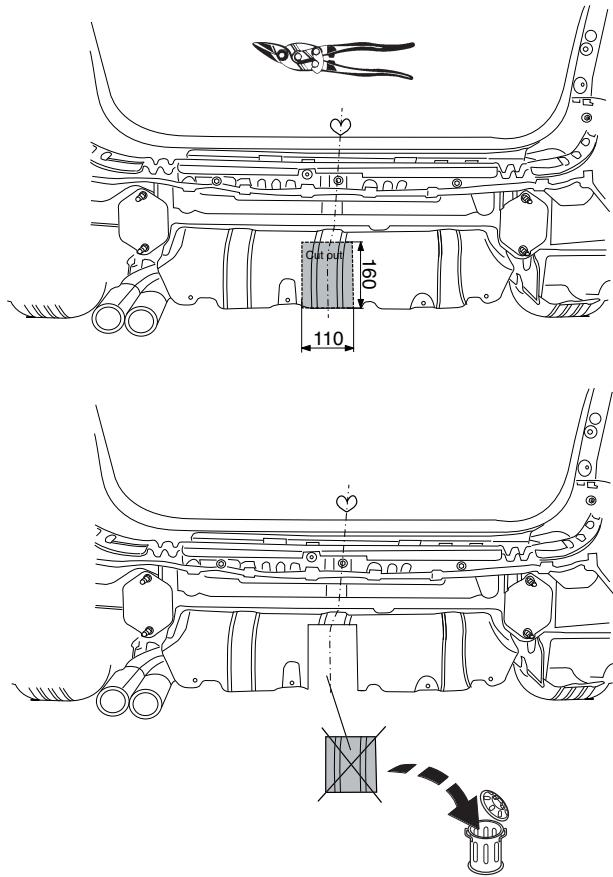

Fig.2
3. Выпилить указанную на рис. 2 часть из теплозащитного экрана.